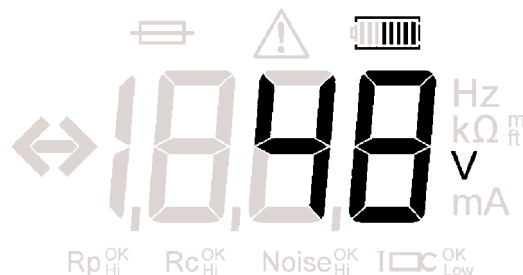

Figura 3: Lectura del voltaje del ruido de tierra
3. La lectura del voltaje del ruido del suelo aparecerá en el visor LCD según muestra la figura 3.